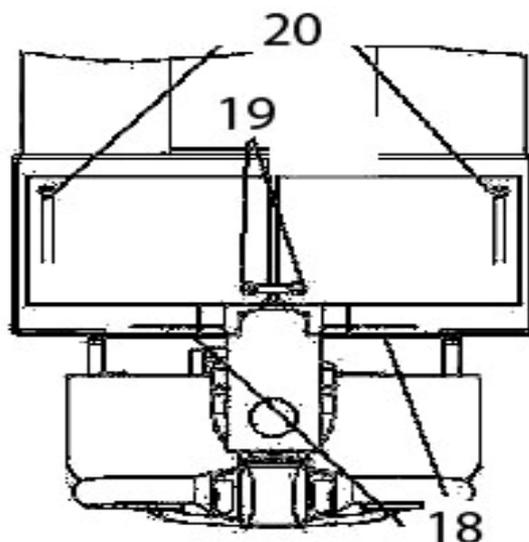
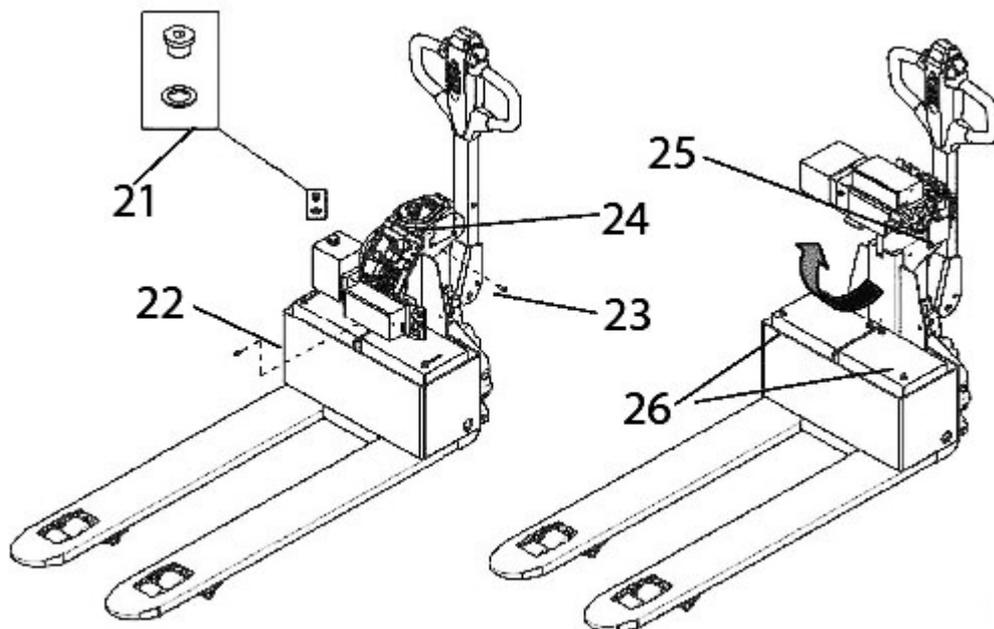

Рис.5. (вид сверху)
Рис.6
6.2.2 Ослабьте крепление верхней крышки при помощи винтов 18 (рис.5) и снимите ее;
6.2.4 После закрытия бачка пробкой 21 (рис. 6) отверните и снимите контакты с отрицательной клеммы 19 (рис. 5), затем отверните и снимите контакты с положительной клеммы 20 (рис. 5) и поместите кабели в сторону;
6.2.5 Отверните крепежные винты 22 (рис. 5), а затем винты 23 (рис. 5);
6.2.6 Поднимите блок управления вверх (вокруг 2-х винтов 24) и закрепите винтами 25 (рис. 6);